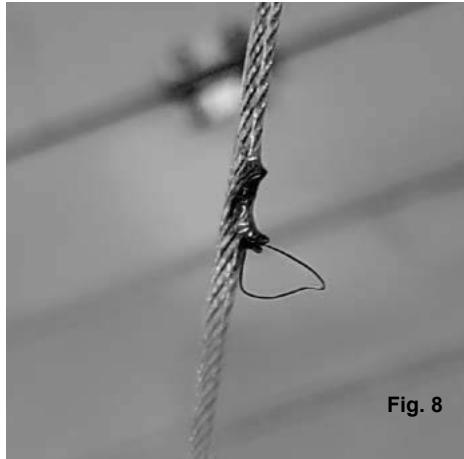

Fig. 8
- Qu'il n'y a aucun dommage sur le ET ou le cable (Fig. 8)